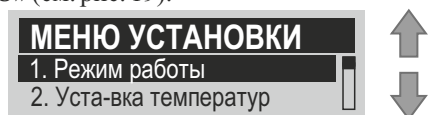

Рисунок. 19. Вид экрана «Меню установки»
7.3.12 Меню установки. Переход в режим меню установки осуществляется с помощью клавиши «MENU» (см. рис. 19).